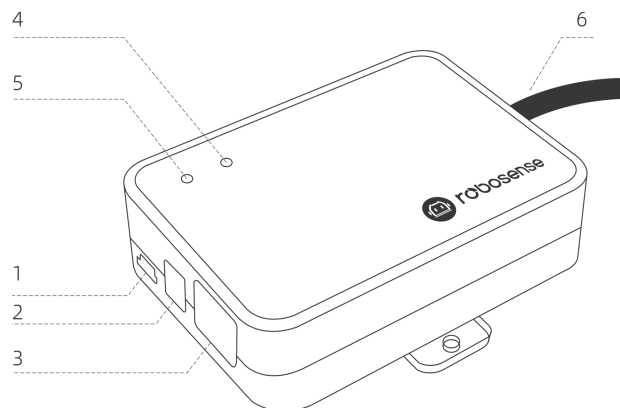

图 9 接口盒示意图
- c) 通电后，正常工作情况下，激光雷达的接口盒的红色和绿色电源指示灯会常亮，指示灯位置详情参见图 9。